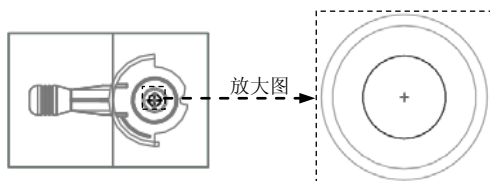

图 10.36 截面草图
(3) 绘制截面草图。进入草绘环境后，利用“投影”命令绘制图 10.36 所示的截面草图；完成截面的绘制后，单击“草绘”操控板中的“确定”按钮。